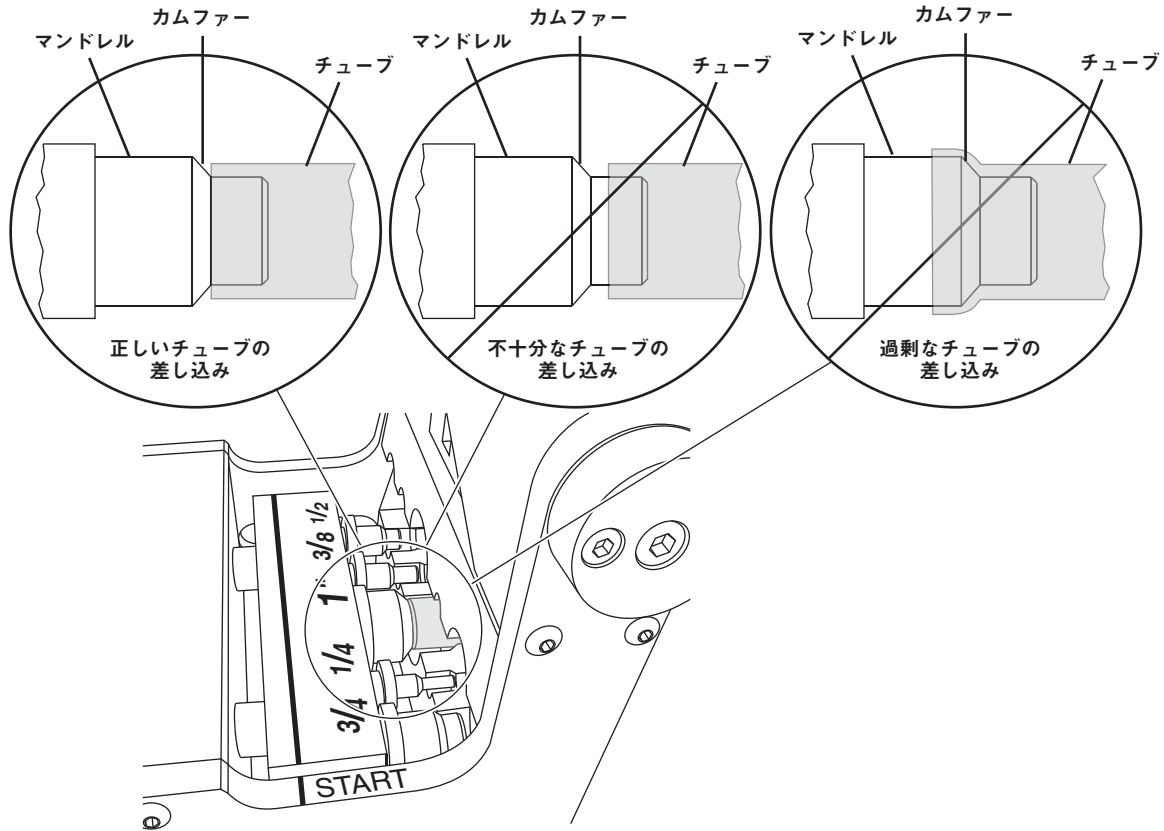
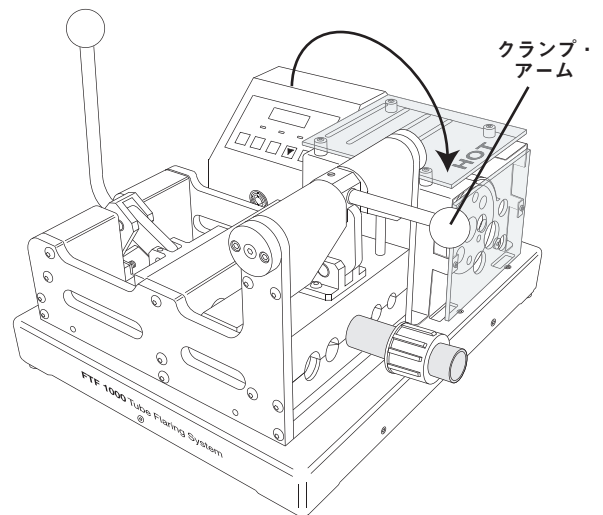

図8
図9
1. 加熱したチューブを、適合するサイズのマンドレルに差し込み、カムファアの先端に当たるまで、押し込みます。(図8、図9参照)
2. クランプ・アームを素早く完全に押し倒し、チューブを所定の位置に固定します。(図9参照)
4. ラムがフレームの「START」位置を過ぎるまで、ラム・アームを完全に戻します。(図 8 参照)